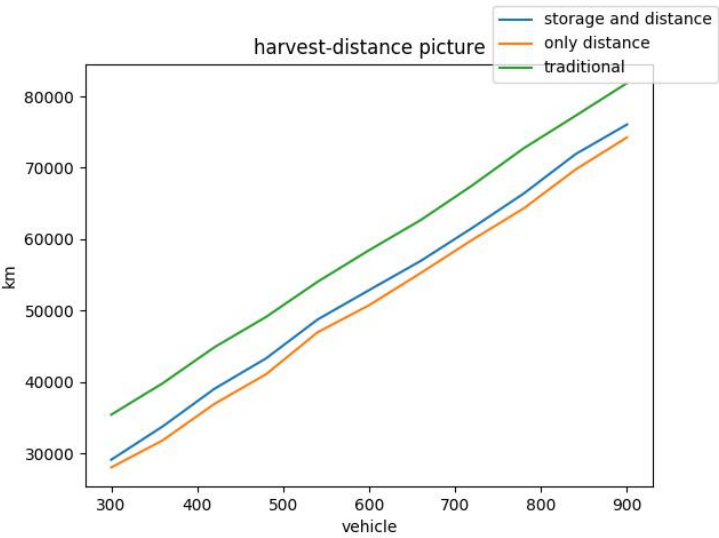
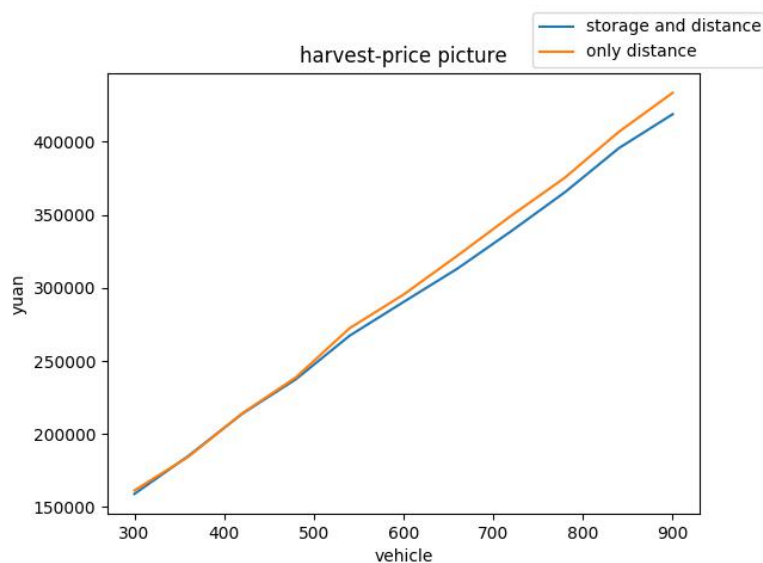

图 7-4 三种模式下的产量-总里程图
图 7-5 产量—总成本图
1. 改变整车厂的日产量，即整车厂的生产能力，得出如下两图。图 7-4 为传统供货模式、只考虑里程的 Milk-Run 模式及考虑库存和里程的 Milk-Run 模式这三种模式下的产量-总里程图，图 7-5 为考虑里程的 Milk-Run 模式及考虑库存和里程的 Milk-Run 模式下的产量-总成本图。